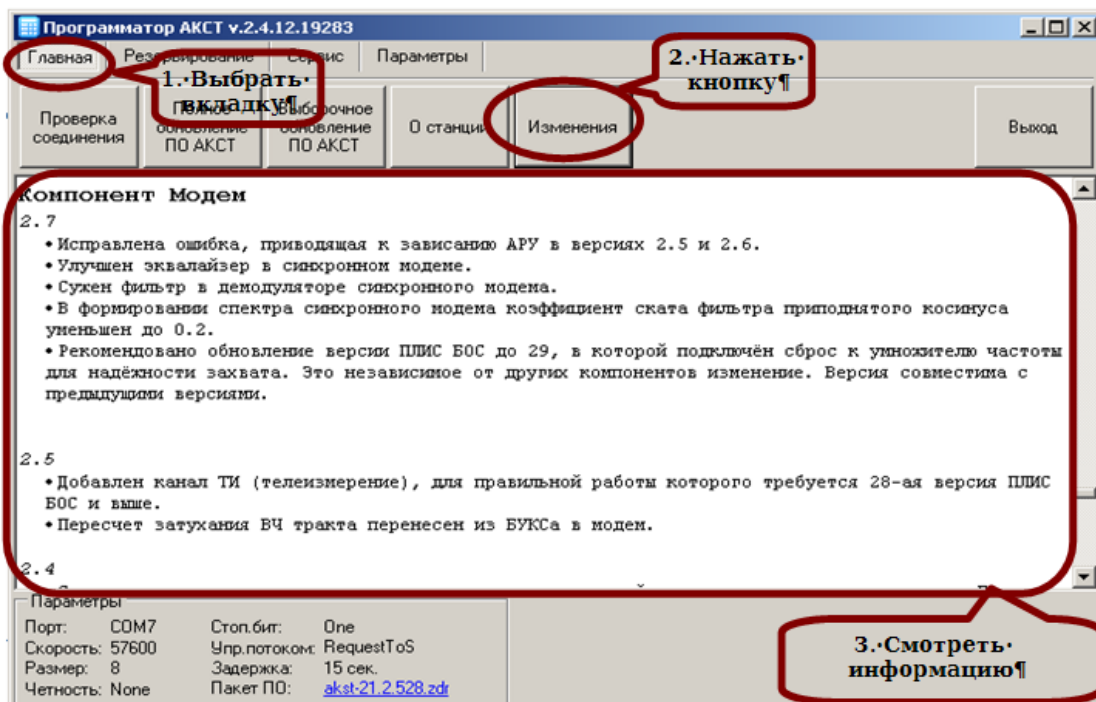

Рисунок 6
5.2.8 Вывести в окно программатора информацию об изменениях ПО, начиная с текущих версий компонентов станции до версий компонентов выбранного пакета обновления (рисунок 6):